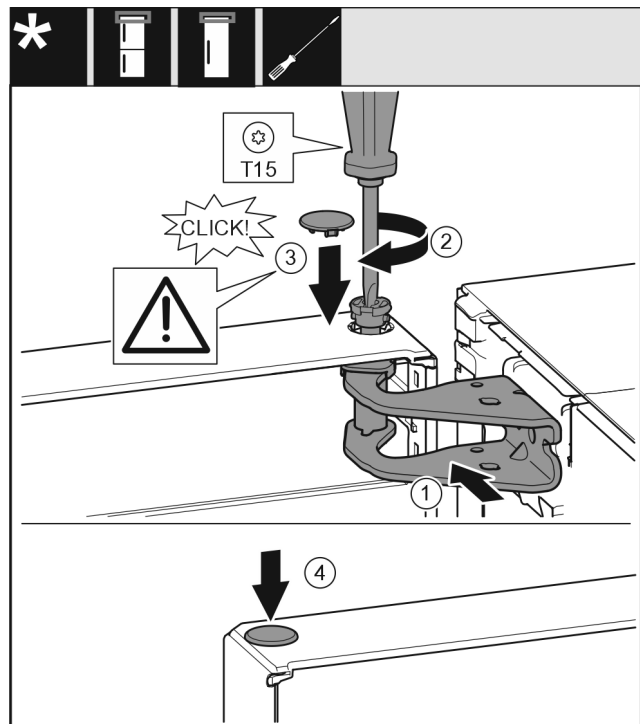

Fig. 21
- ▶ Dvere hore vyrovnajte s otvorom v ložiskovej konzole Fig. 21 (1)
- ▶ Vložte čap Fig. 21 (2) a pevne ho priskrutkujte skrutkovačom.
- ▶ Namontujte poistný kryt Fig. 21 (3) pre poistku dverí: Nasadte poistný kryt a skontrolujte, či prilieha ku dverám. Inak čap vložte úplne.
- ▶ Vložte zátku Fig. 21 (4).